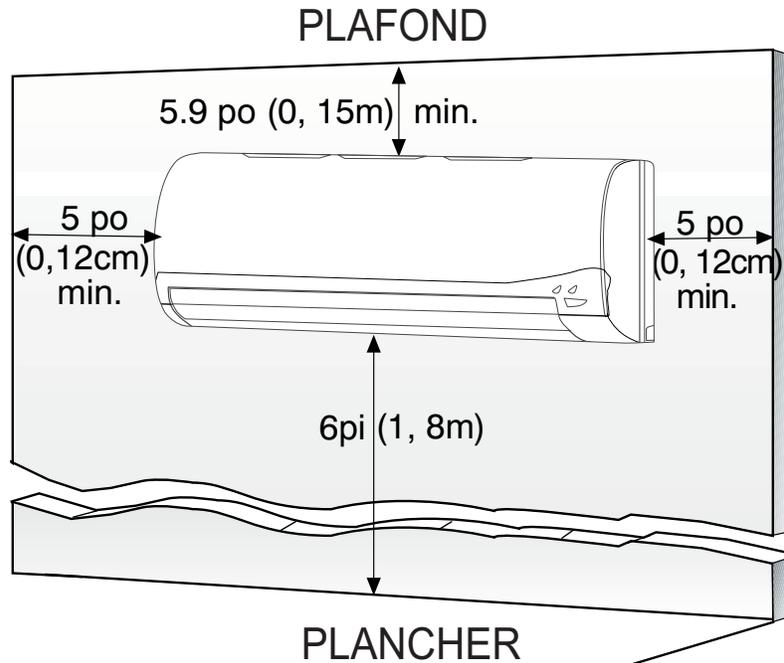

Fig. 8 — Dégagement du module intérieur
Laissez suffisamment d'espace pour permettre la circulation d'air et l'entretien de l'appareil. Consultez le fig. 8 pour connaître les distances minimales requises entre l'appareil et les murs ou les plafonds.
- Emplacement qui fournit les dégagements appropriés, comme indiqué à la fig. 8.
2. À l'aide du pochoir, tracez la position du trou dans le mur. La plaque de montage doit être placée horizontalement et de niveau au mur. Tous les espacements minimaux indiqués dans la fig. 8 doivent être respectés.
La dimension des plaques de montage varie selon les modèles. Vérifiez que l'espace de montage du module intérieur est suffisant (voir fig. 8). Ces figures montrent les cotes suivantes :
1. Déterminez l'emplacement du trou du tuyau en utilisant la plaque de montage comme modèle. Percez le trou du tuyau sur un diamètre conforme aux valeurs indiquées à la fig. 5, 6 à 7. Le trou du tuyau extérieur est plus bas d'au moins 13 mm (1/2 po) au trou du tuyau intérieur. Le tuyau est donc légèrement incliné vers le bas (consultez la fig. 8).